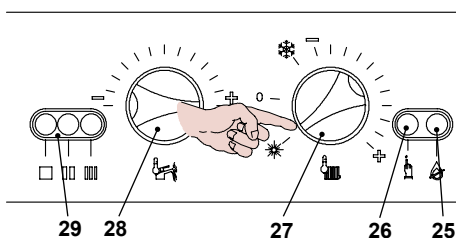
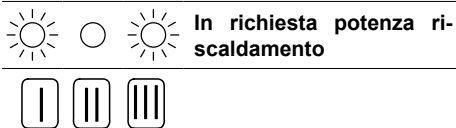

Figura 9.12
Figura 9.14
- Alimentate elettricamente la caldaia azionando l'interruttore bipolare previsto nell'installazione; la lampada di segnalazione 29 in Figura 9.12 lampeggia ogni 4 secondi.
- Posizionare il selettore 27 come indicato in Figura 9.12 ; la lampada di segnalazione 29 lampeggia ad intermittenza circa ogni 2 secondi.
- Tenere premuto il pulsante di ripristino 26 in Figura 9.12 per circa 10 secondi, la lampada di blocco 25 in Figura 9.12 inizierà a lampeggiare.
Ripremere il pulsante di ripristino 26 in Figura 9.12 per circa 5 secondi, la lampada di blocco 25 si spegne, mentre le spie di segnalazione 29 lampeggiano in maniera richiesta potenza riscaldamento Figura 9.14